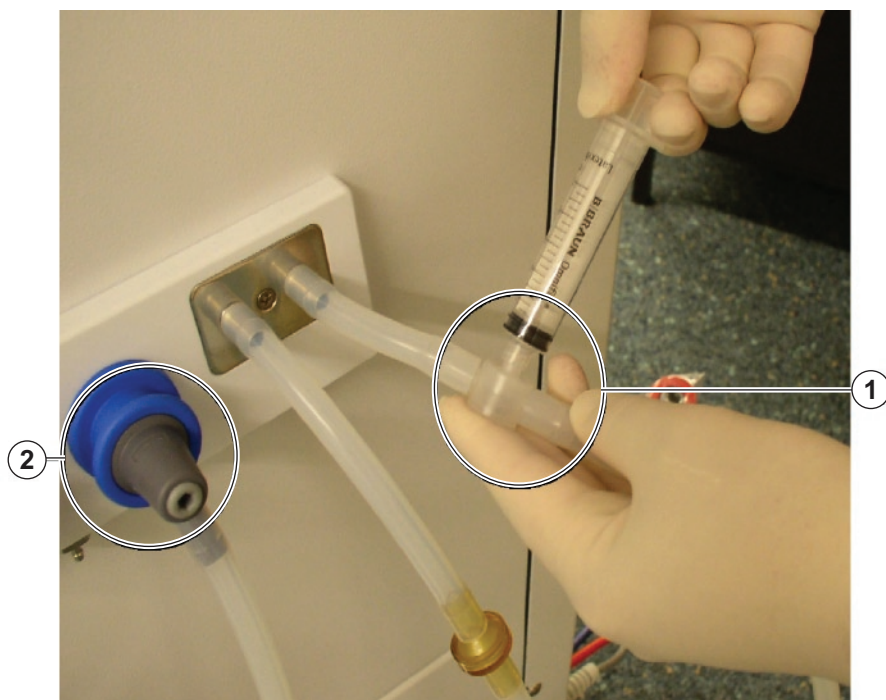

Fig. 11-32 Port d'échantillon
2. Prendre lentement un échantillon sur le site de prélèvement du tuyau du liquide de dialyse DF, en utilisant une petite seringue, comme par exemple une de 2 ml (Fig. 11-32).